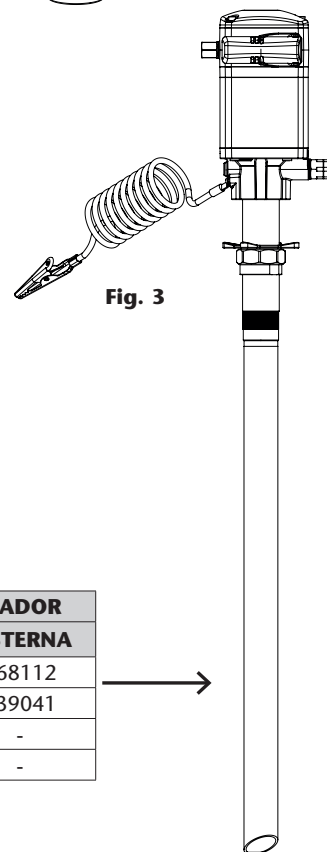

Fig. 3
- c. Montaje ajustable sobre bidón o cisterna con adaptador (360001). Rosque a la bomba el tubo prolongador correspondiente (ver Fig. 3). Rosque la tuerca del adaptador ajustable a la tapa del bidón/cisterna. Inserte el tubo por la tuerca y fíjelo con la estrella a la altura deseada. En aquellos casos en los que sea requerido cumplir condiciones ATEX, asegúrese de conectar a tierra la bomba con el cable de tierra dotado de pinza (534907).